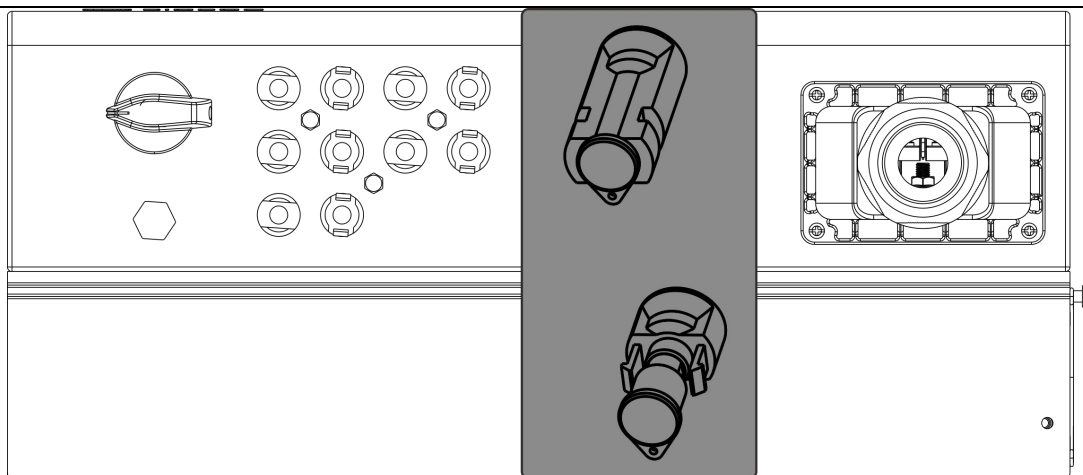

图 3-3 直流侧输入端子
- (1) 制作交流线缆，按图 3-3 步骤①所示剥线；
- (2) 交流线缆依次穿入交流连接器；
- (3) 使用六角扳手固定交流线缆，推荐力矩 1.5N.m；
- (4) 对插交流连接器，并下拉卡扣锁紧（如步骤④所示）。
SN30PT-C 逆变器支路侧共计有 6 路 PV 输入，在出货时，每一路端子上都带有防尘塞(如图 3-3 所示)，以确保逆变器可达到 IP66 的防护等级。